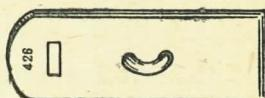

Рис. 71. Крышка магазина
**Крышка магазина** (рис. 71) надевается загибами на загнутые края коробки; она имеет отверстие для зуба задержки крышки магазина и снизу — ушко для прикрепления ремня; крышка удерживается на коробке при помощи задержки.